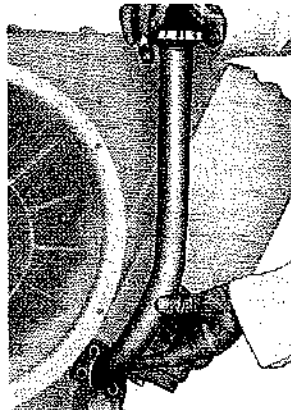

Fig. 75
- Tubo introduzione olio (Fig. 75). Serrando i dadi a 3 kgm.